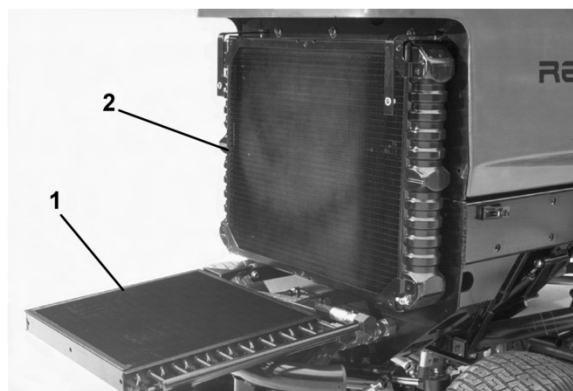

Figura 61
3. Svitare le manopole e girare indietro il refrigeratore dell'olio (Figura 61). Pulite accuratamente entrambi i lati dell'area del refrigeratore dell'olio e del radiatore utilizzando aria compressa. Non usate acqua. Aprite il cofano e soffiare via i detriti verso il retro della macchina. Riportate il refrigeratore dell'olio nella posizione originale e serrate le manopole.